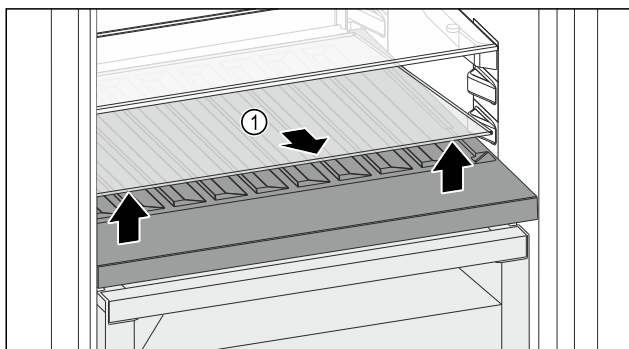

Fig. 147
- Skleněnou desku Fig. 147 (1) zvedněte za vybraní vpředu a vyjměte ji.
- Skleněnou desku Fig. 147 (1) uložte bezpečně mimo spotřebič.
- Skleněnou desku (2) vložte pod variabilní přihrádku na láhve.